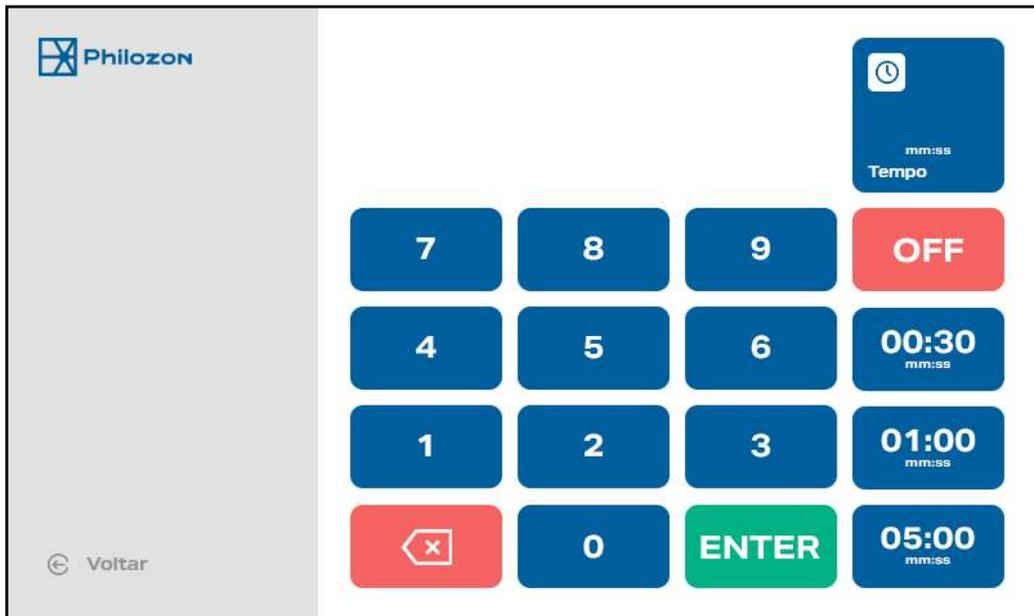

Figura 25 - Tela ajuste de tempo
d) Tempo: Proporciona a injeção de gás ozônio durante um tempo pré-estabelecido. Para operar, clicar no botão tempo e escolher o tempo desejado e confirmar na tecla ENTER, (Figura 25). Caso deseje desativar ajuste de tempo, basta selecionar o botão OFF.